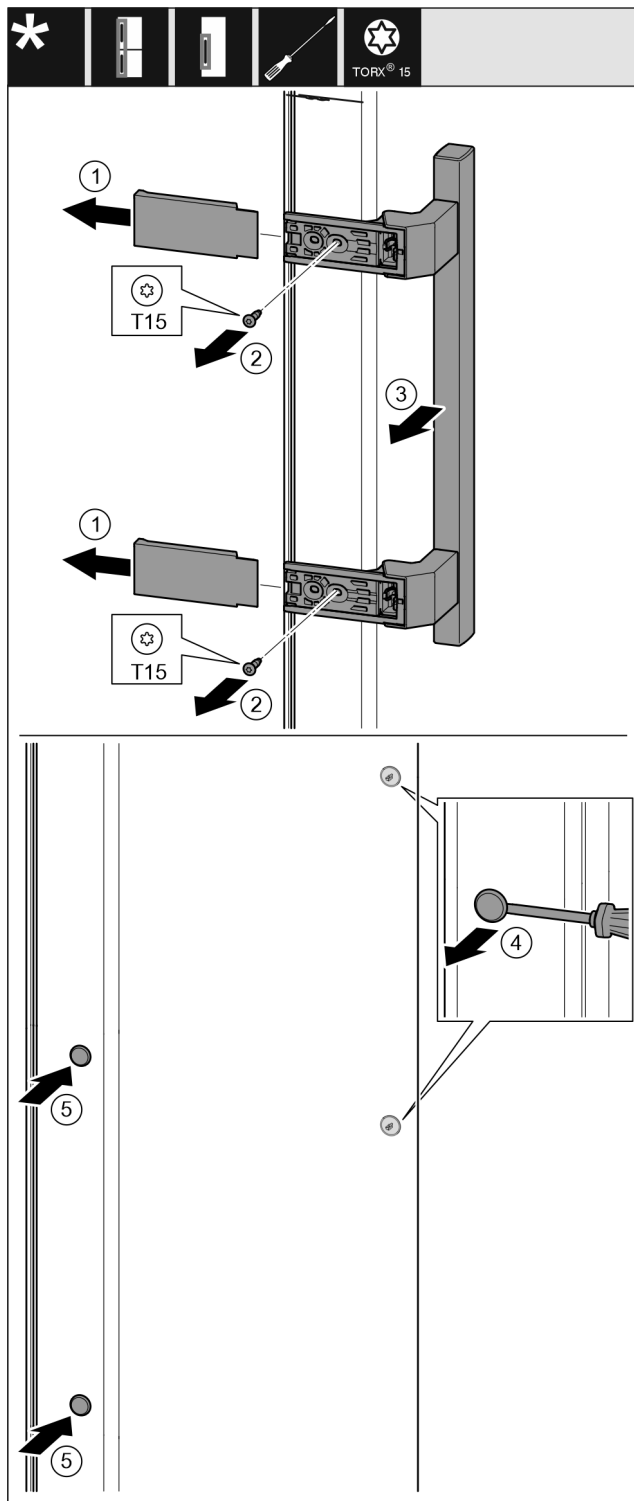

Fig. 13
- ▶ Zdjąć osłonę. Fig. 13 (1)
- ▶ Śruby wykręcić przy pomocy śrubokręta T15. Fig. 13 (2)
- ▶ Zdjąć uchwyt. Fig. 13 (3)
- ▶ Boczną zatyczkę ostrożnie podważyć przy pomocy śrubokręta i wyjąć. Fig. 13 (4)
- ▶ Zatyczkę założyć ponownie z drugiej strony. Fig. 13 (5)